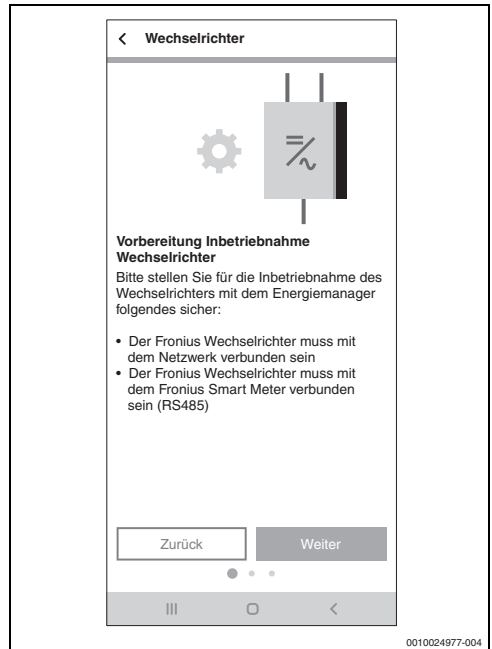

Bild 20 Wechselrichter verbinden
1. Die Informationen auf den ersten beiden Screens aufmerksam durchlesen (→ Bild 20).